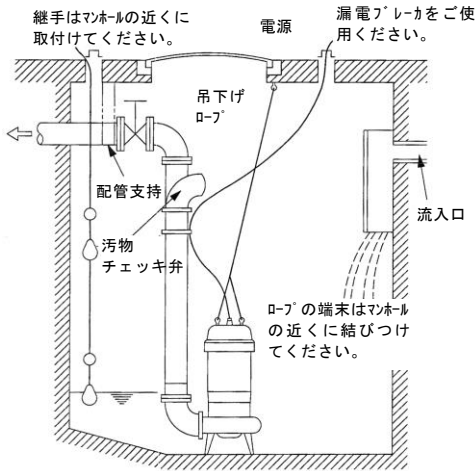

図 2
- 4) 槽内の流れがある場合には適当な配管を支持してください。(図2参照)